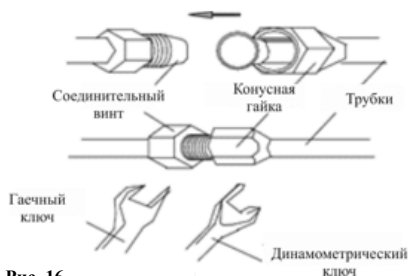

Рис. 16
- Далее, плотно закручивайте конусную гайку динамометрическим ключом до тех пор, пока динамометрический ключ не издаст звук "щелчок" (рис. 16).